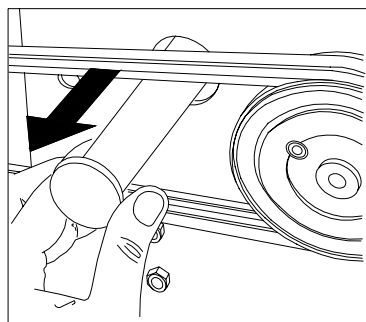

Fig. 17
- Placer le pince pour seeger et enlever l'anneau comme indiqué fig. 17 (côté hacheuse) .